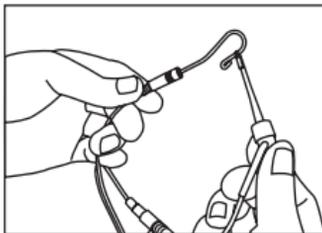
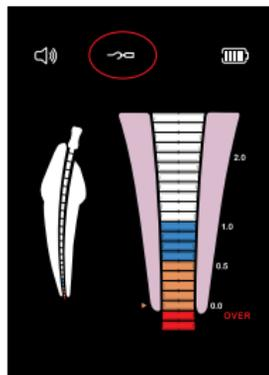

Рисунок 5
Рисунок 6
b) Haga que el gancho labial toque el cable doblado del clip labial [como se muestra en la Imagen 5] asegúrese de que el icono de conexión en la pantalla LCD se muestre de manera constante [como se muestra en la Imagen 6], de lo contrario, significa que el clip o el cable de medición está dañado, debe reemplazarse.